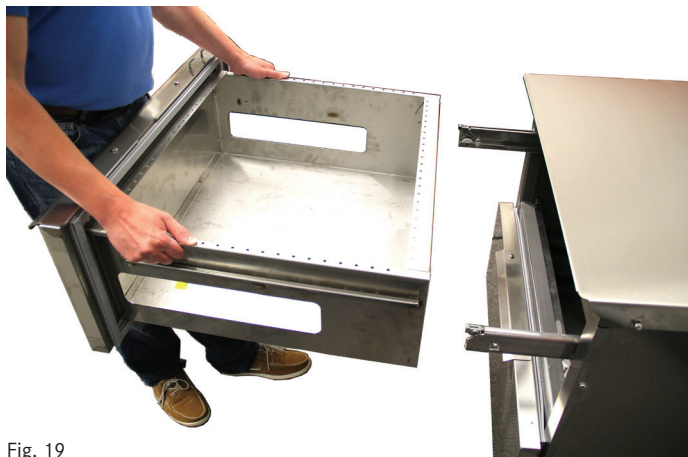

Fig. 19
4. Levante ligeramente el frente de las bandejas y tire hacia adelante para extraerlas (Fig. 19). Coloque las bandejas sobre una superficie limpia, como un carrito.